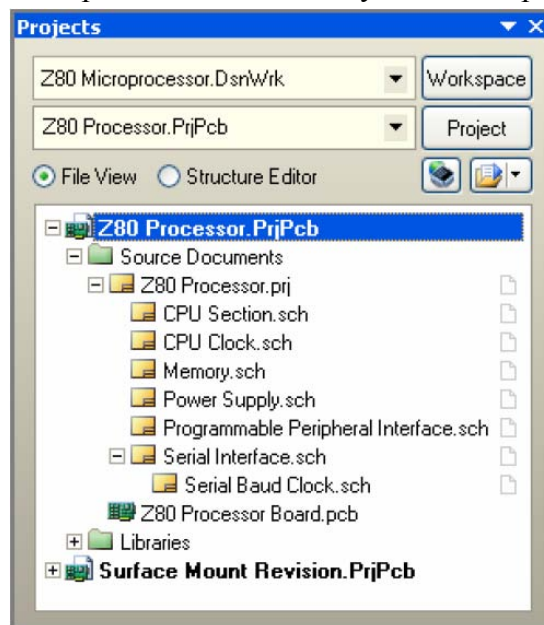

Рис. 2. Пример импорта DDB. Отметим имя группы проектов наверху. Оно будет таким же, как и оригинальное имя DDB.
6. Открывает группу проектов. При открытии группы проектов, в ней будут отображаться Проекты Altium Designer, которые были построены. Рис. 2 показывает результат импорта проекта Z80 микропроцессора, который помещён в папку Protel 99 SE\Examples.